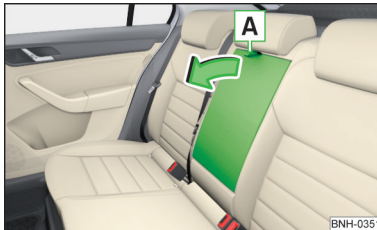

Abb. 58
- › An der Schlaufe **A** ziehen und die Armlehne in Pfeilrichtung vorklappen » Abb. 58.